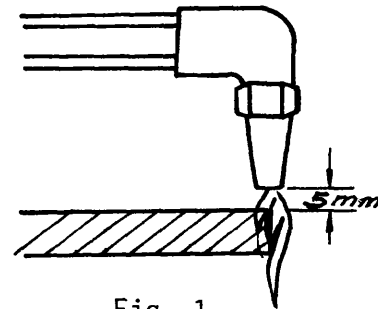

Fig. 1
- ___ a Acerque la boquilla del soplete al extremo del trazo de corte, aproximadamente 5 mm (fig. 1).